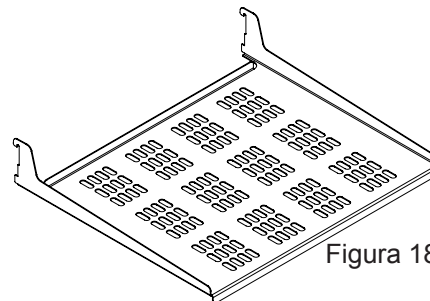

Figura 18
(2) Estante de chapa metálica perforada (vea la Figura 18).